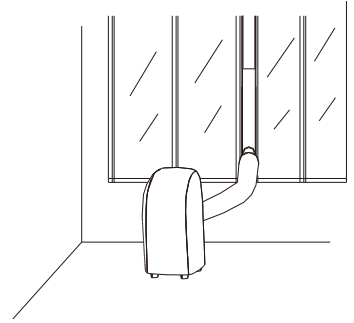

Fig. 11
12. Toda la unidad está montada según el dibujo ilustrado en la Fig. 11.